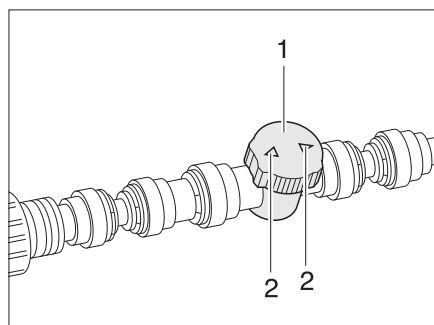

Fig. 121 Regolatore riscaldamento del pavimento
- Posizionare il regolatore (Fig. 121,1) sulla potenza di portata desiderata (max. portata = freccia (Fig. 121,2) nella direzione della tubatura).
- Ruotare il regolatore (Fig. 121,1) finché la freccia (Fig. 121,2) sia posizionata trasversalmente rispetto alla tubatura del riscaldamento.